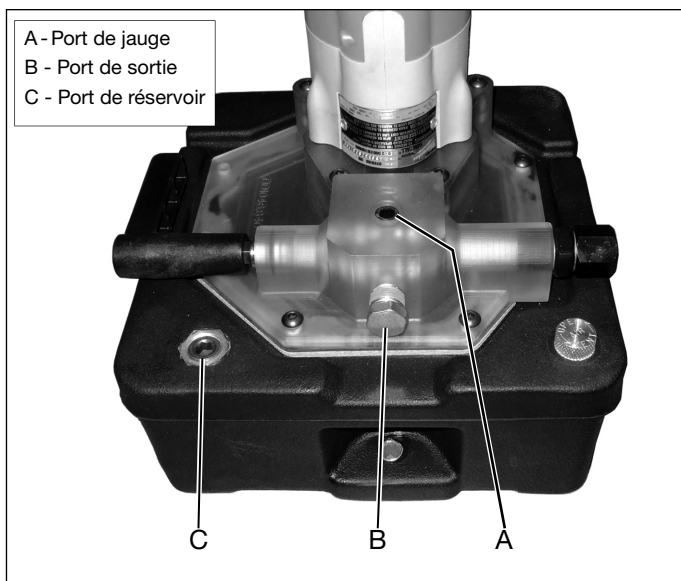

Figure 3, Ports et branchements
La pompe est uniquement destinée à être utilisée avec des appareils et cylindres hydrauliques à simple effet. Effectuer les branchements comme décrit dans les étapes suivantes. Se référer à la Figure 3 pour les emplacements des ports (A), (B) et (C).
1. Enlever les bouchons de transport des ports (A) et (B). Voir Figure 3 pour leur emplacement.